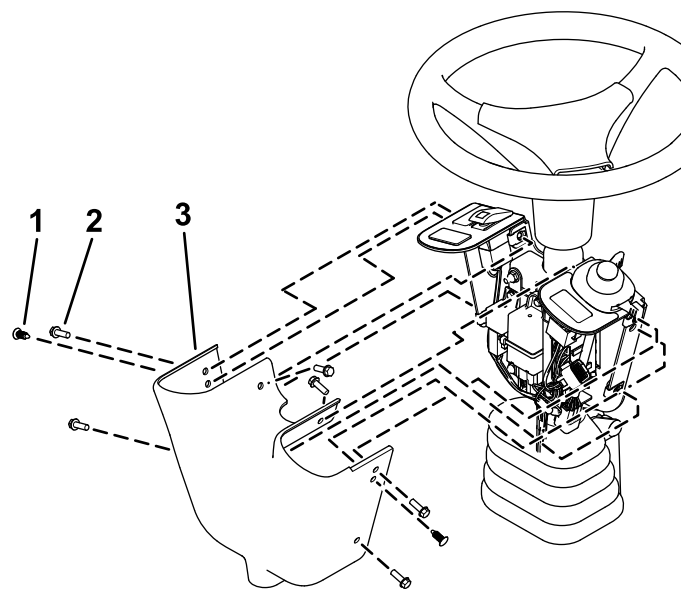

Figura 13
16. Instalai capacul de comandă pe suportul comutatorului folosind 2 nituri cu fixare prin apăsare i 6 uruburi cu cap hexagonal ($\frac{1}{4} \times \frac{3}{4}$ ") aa cum se arată în Figura 13.